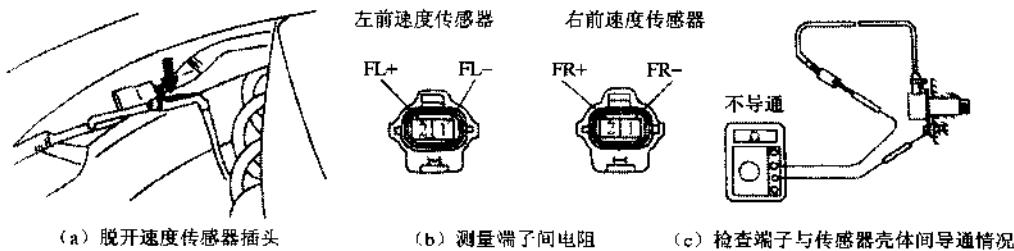

图 7.24 检查前轮速度传感器
① 检查时可拆下翼子板罩，脱开速度传感器插头，如图7.24(a)所示。
② 测量端子间的电阻，电阻应为 $0.92\text{k}\Omega \sim 1.22\text{k}\Omega$ ，如图7.24(b)所示。如电阻不符合规定，拆下翼子板罩，测量端子间的电阻，检查端子与传感器壳体间导通情况，如图7.24(c)所示，检查每一端子与传感器壳体之间是否导通，如果导通应更换速度传感器。
③ 检查合格后，插上速度传感器插头，装上翼子板罩。